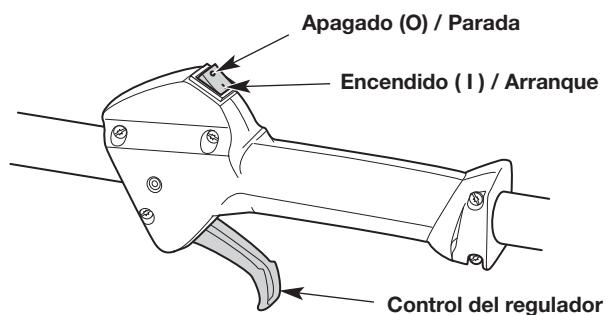

Fig. 6
NOTA: No hay necesidad de encender la unidad. El interruptor de Encendido/Apagado debe estar en la posición ENCENDIDO (I) en todo momento (Fig. 6).
6. Apriete el control del regulador (Fig. 6) y tire de la cuerda **5 veces** con movimiento regulado y firme (Fig. 8).
2. Oprima y no suelte el interruptor de control de Encendido y Apagado en la posición APAGADO (O) hasta que el motor se detenga por completo (Fig. 6).
- NOTA:** No hay necesidad de encender la unidad. El interruptor de Encendido/Apagado debe estar en la posición ENCENDIDO (I) en todo momento (Fig. 6).
7. Apriete y mantenga oprimido el control del acelerador (Fig. 6). Ponga en marcha el accesorio de arranque eléctrico durante 2 segundos.